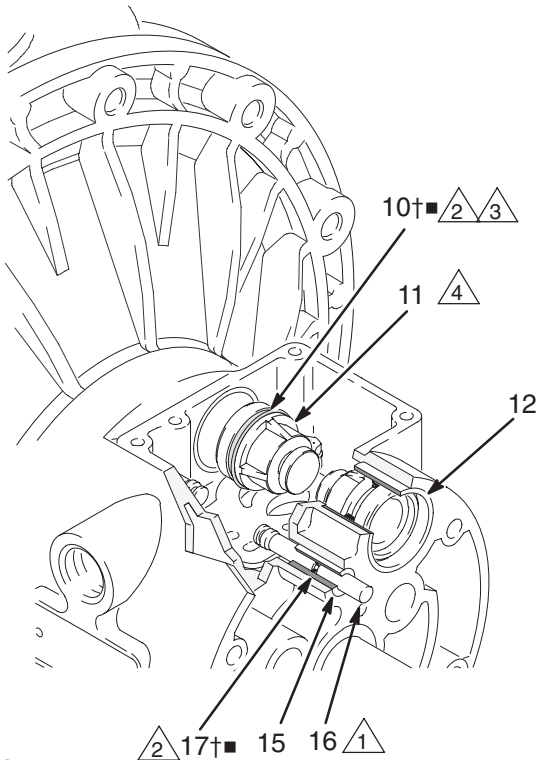

Abb. 8
4. Die beiden Stellmotorkolben (11) aus den Lagern (12) ziehen. Die Rillendichtungen (10†■) von den Kolben abziehen. Die Führungsstifte (16) aus den Lagern (15) ziehen. Die O-Ringe (17†■) von den Führungsstiften abziehen. Siehe Abb. 8.
6. Die Lager (12, 15) im eingebauten Zustand überprüfen. Siehe Abb. 8. Die Lager sind konisch, und wenn sie schadhaft sind, so müssen sie von außen ausgebaut werden. Dies erfordert den Ausbau der materialbenetzten Teile. Siehe Seite 20.
4. An jedem Führungsstift (16) einen O-Ring (17†■) einbauen. Die Stifte und O-Ringe fetten. Die Stifte mit dem **schmalen** Ende voran in die Lager (15) einschieben. Siehe Abb. 8.
5. An jedem Stellmotorkolben (10†■) Rillendichtungen (11) einbauen, so dass die Lippen der Rillendichtungen zum **schmalen** Ende der Kolben weisen. Siehe Abb. 8.
6. Die Rillendichtungen (10†■) und die Stellmotorkolben (11) fetten. Die Stellmotorkolben mit dem **dicken** Ende voran in die Lager (12) einschieben. Das schmale Ende des Kolbens frei lassen. Siehe Abb. 8.